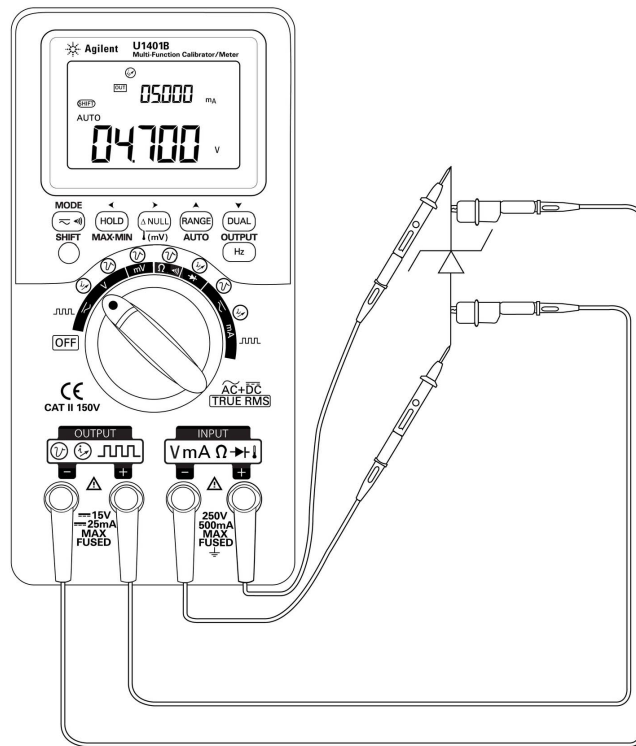

図 5-5 ツェナー・ダイオード・テスト
- 2 正の出力端子とツェナー・ダイオードの正の（陽極）面を、赤のワニロリードで接続します。図 5-5（95 ページ）を参照してください。